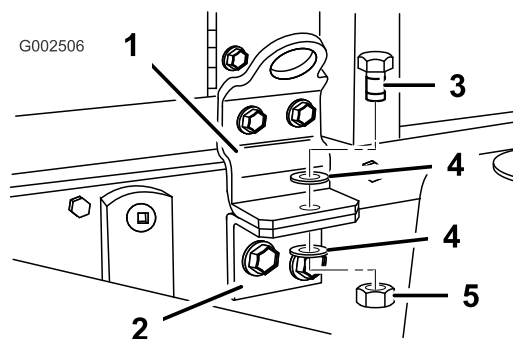

Figura 24
15. Sujete el conjunto del patín del depósito al bastidor con un perno (1/2 x 1-1/2 pulgada), dos arandelas (1/2 pulgada), y una contratuerca (1/2 pulgada), según se muestra en Figura 24.